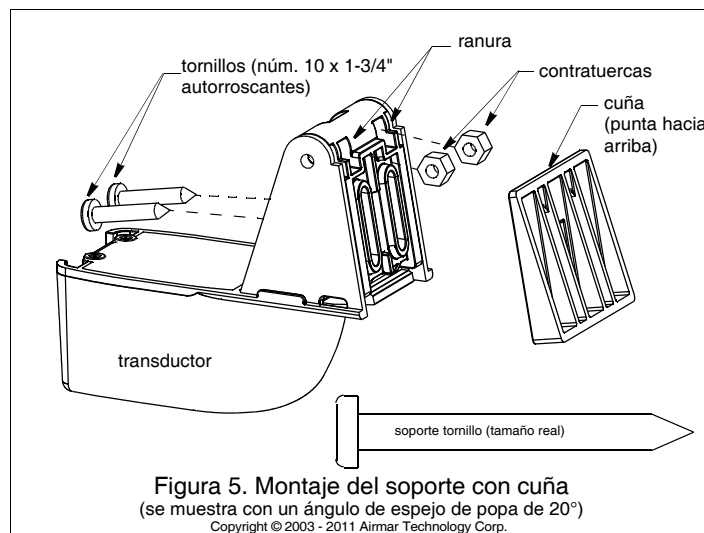

Figura 5. Montaje del soporte con cuña (se muestra con un ángulo de espejo de popa de 20°)
- **Barcos con espejo de popa escalonado y propulsión a chorro** (espejo de popa a 3°)—Utilizar la cuña con la punta hacia *abajo*. Coloque las tuercas en las ranuras de la parte posterior del soporte (figura 5). Coloque la cuña a presión en su emplazamiento.
- **Barcos pequeños de aluminio y fibra de vidrio** (espejo de popa a 20°)—Utilizar la cuña con la punta hacia *arriba* (figura 5). Coloque las tuercas en las ranuras de la parte posterior del soporte. Coloque la cuña a presión en su emplazamiento.
1. Introduzca las dos contratuercas en las ranuras de la parte posterior del soporte si no lo había hecho antes (figura 5).
- a. Incremente el ángulo del sensor en el agua. Revise el apartado «Compensación del ángulo de espejo de popa-cuñas» y consulte la figura 5.